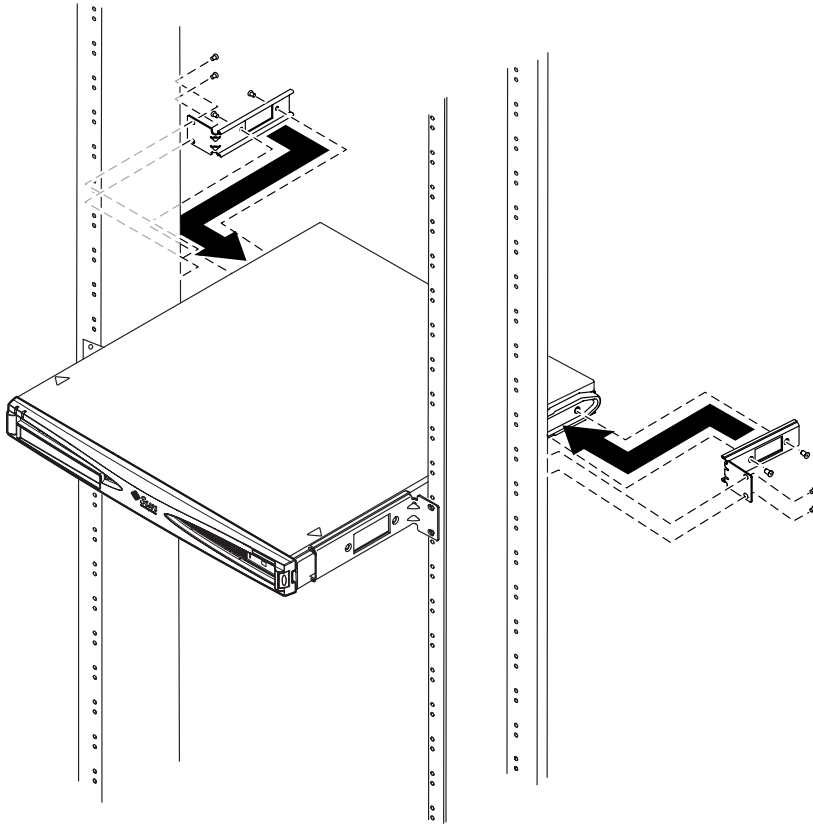

图 5-12 服务器已安装到双柱机架中
5. 使用提供的十字形穿孔螺钉，将两个后部固定支架分别安装到服务器后部两侧的两个螺紋孔中（请参见图 5-12）。